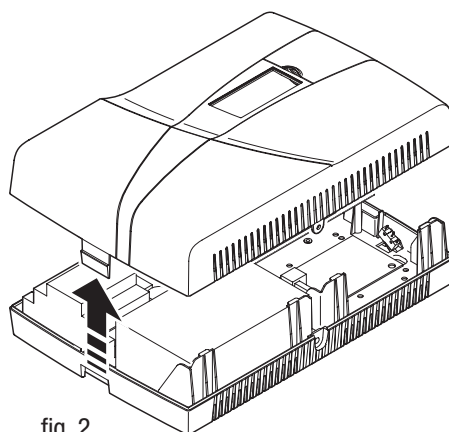

fig. 2
- soulever le couvercle de la centrale (fig. 2);